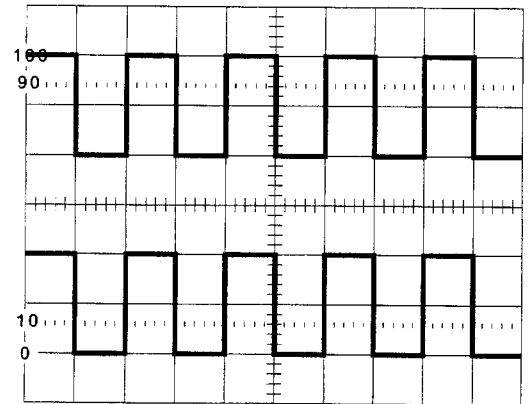

Abbildung 7.3-1
- 2.) Bringen Sie AC-GND-DC Schalter für den CH 2 Eingang in Stellung AC. Am Schirm sollte ein Bild wie in **Abbildung 7.3-1** gezeigt, erscheinen.